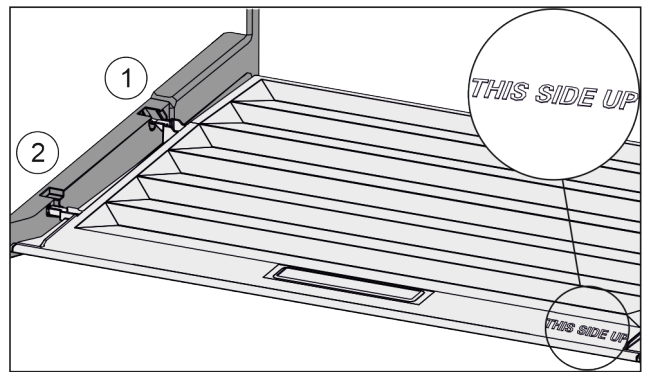

Fig. 72
- ▶ Пъхнете шийките на капака през отвора в задния държач Fig. 72 (1) и фиксирайте отпред в държача Fig. 72 (2).